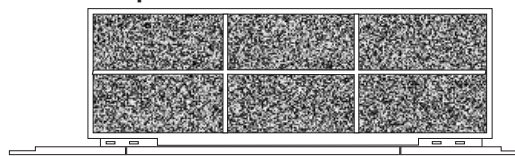
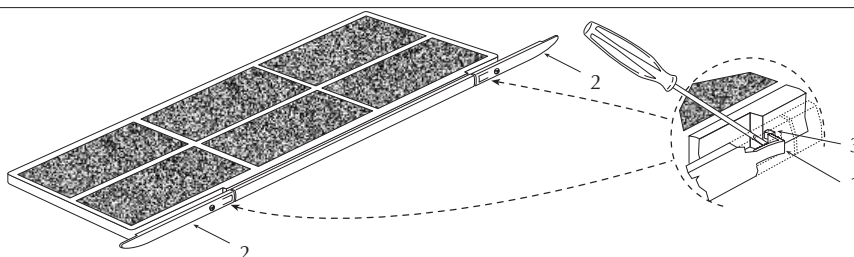

Fig. 1
Fig. 2
- en las versiones FCX-ACB, el filtro de aire debe adaptarse a la nueva configuración modificando la posición del soporte externo respecto al marco del filtro (Fig. 1): con un destornillador y corra el soporte externo (2) hasta que la pestaña (1 Fig. 2) pase más allá del diente (3).